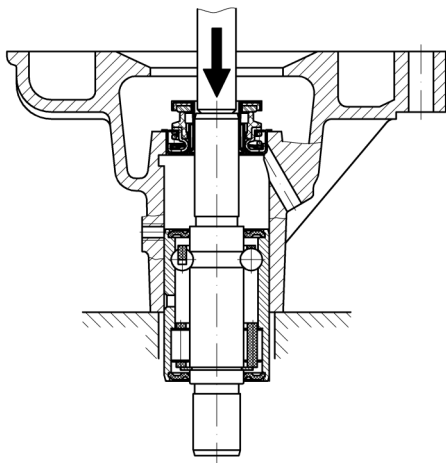

Рисунок 55 – Выпрессовка подшипника с валиком водяного насоса
- выпрессовать из корпуса подшипник (Рисунок 55). Выпрессовку подшипника производить на прессе или с помощью медной оправки. Для более легкой выпрессовки рекомендуется нагреть водяной насос до температуры плюс 80 °С;